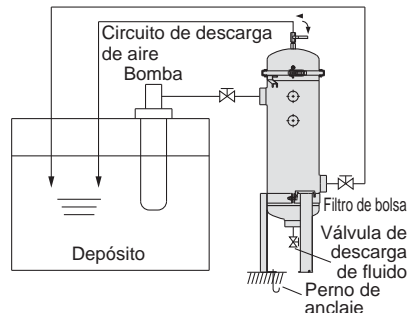

Fig. 1 Ejemplo del circuito de filtración cíclico
1. Utiliza el producto con un circuito que tenga menos fluctuaciones en el filtro causadas por la presión o el caudal. (Consulta la Fig. 1.)